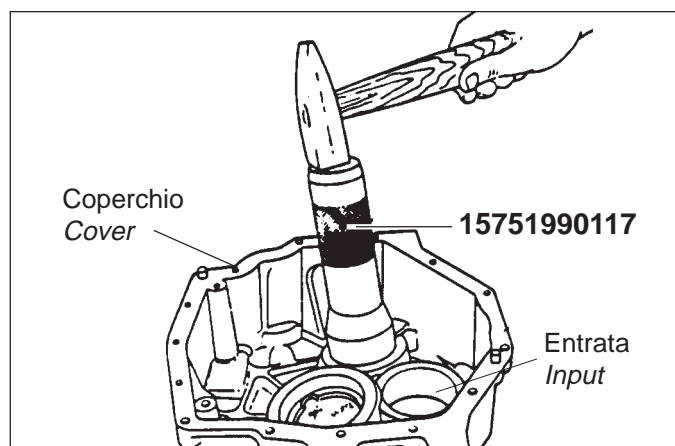

Fig. 30
- 1) Con attrezzo (15751990117) montare la coppa del cuscinetto (66) relativa all'albero intermedio (Fig. 30).
- 1) Fit outer race of bearing (66) of the intermediate shaft with the tool (15751990117) (Fig. 30).